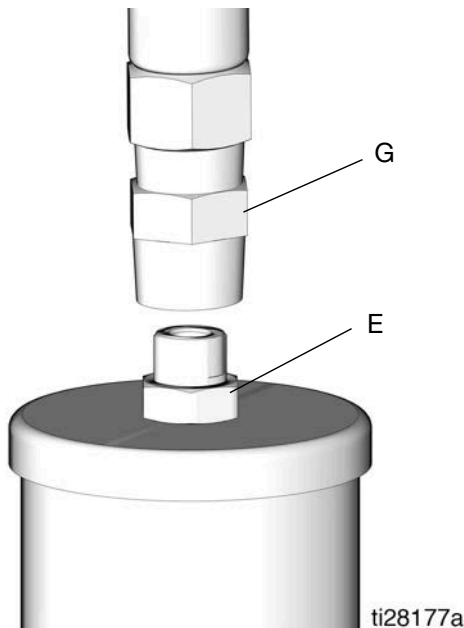

ABB. 6
3. Die Schmiermittelzufuhrleitung (G) vom Pumpenauslass (E) lösen (ABB. 6).
5. Die Pumpe ein paar Hübe ausführen lassen, bis Fett ohne Luft aus dem Pumpenauslass (E) austritt (ABB. 6).